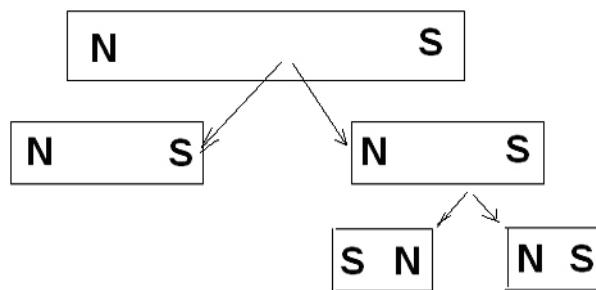

Figura 134 – Cortando um imã, sempre surgem novos pólos
Os pólos Norte (N) e Sul (S) de um imã são inseparáveis, pois quando o cortamos no meio, novos pólos surgem de modo que sempre tenhamos um imã completo. Na figura 134 podemos observar essa importante propriedade dos imãs.